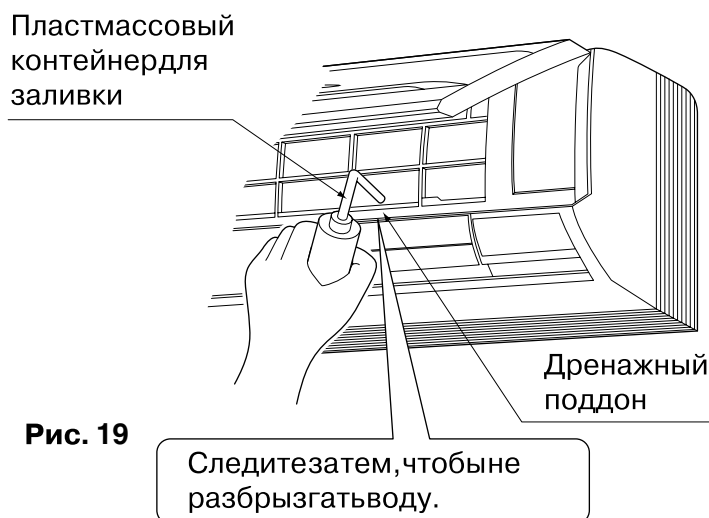

Рис. 19
- После проведения всех работ по подключению дренажных труб проверьте дренаж, открыв лицевую панель, **удалив воздушный фильтр**, залив немного воды в дренажный поддон и убедившись в равномерном вытекании воды из шланга. (См. рис. 19)